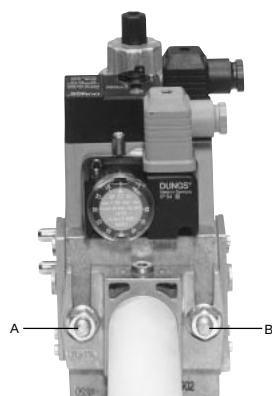

Рис. 4
- 4 согласно ссылке, данной на Рис. 4, закрепить фланец к шпилькам котла с помощью гаек **D**, не затягивая их полностью;
3. Затянуть винты A, B, C и D (Рис. 4 - Рис. 5), (Рис. 7), соблюдая дистанции монтажа (Рис. 7);